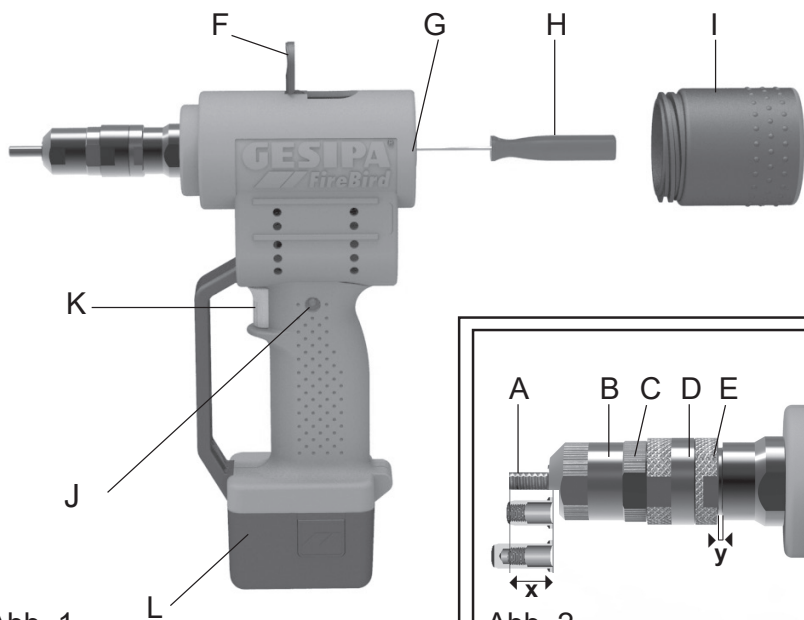

Abb. 1
1. Übersicht (siehe Bild 1 - 5)